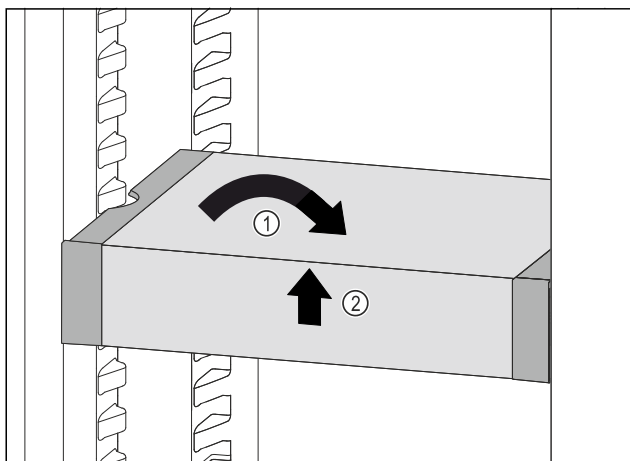

Fig. 180
- Ispravite VarioSafe. Fig. 180 (1)
- Podignite sprijeda VarioSafe. Fig. 180 (2)